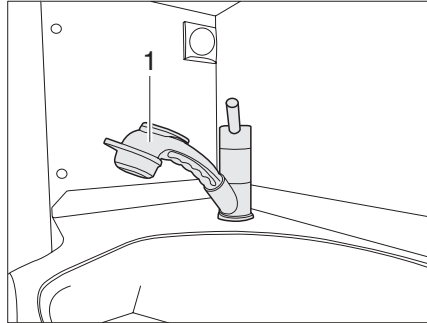

Fig. 102 Ducha de mano
- ▶ Extraer la ducha de mano (Fig. 102,1) y dejar correr el agua hasta vaciarla.
- ▶ Para la ducha utilizar la ducha de mano (Fig. 102,1). Para ello, extraer la ducha de mano.